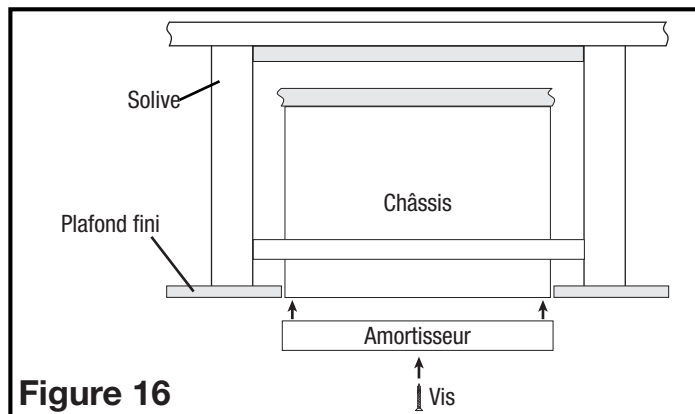

Figure 16
3. **INSTALLATION DE L'AMORTISSEUR DE PLAFOND:** L'amortisseur de plafond fourni avec l'unité est conçu pour être installé uniquement dans les boîtiers du modèle Air King AKFH2. Installez l'amortisseur de plafond et le cadre d'amortisseur de plafond dans l'ouverture du boîtier de ventilateur. Le cadre d'amortisseur de plafond est conçu pour s'adapter à l'extérieur du boîtier et l'amortisseur de plafond sera placé à l'intérieur du boîtier de ventilateur (**Figure 16**).